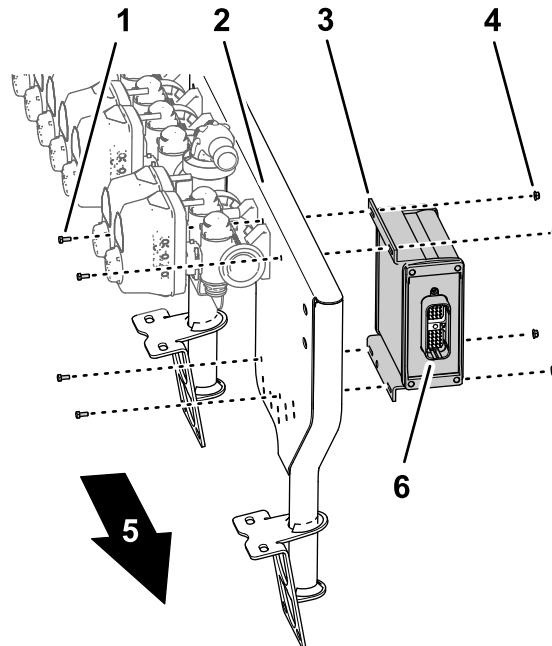

Рисунок 60
2. Установите контроллер опрыскивателя на опору крепления клапанов (Рисунок 60) с помощью 4 болтов (4 x 10 мм) и 4 фланцевых контргаек (4 мм).
1. Установите контроллер опрыскивателя на передней стороне опоры крепления клапанов так, чтобы 40-штыревой разъем был направлен наружу (Рисунок 60).